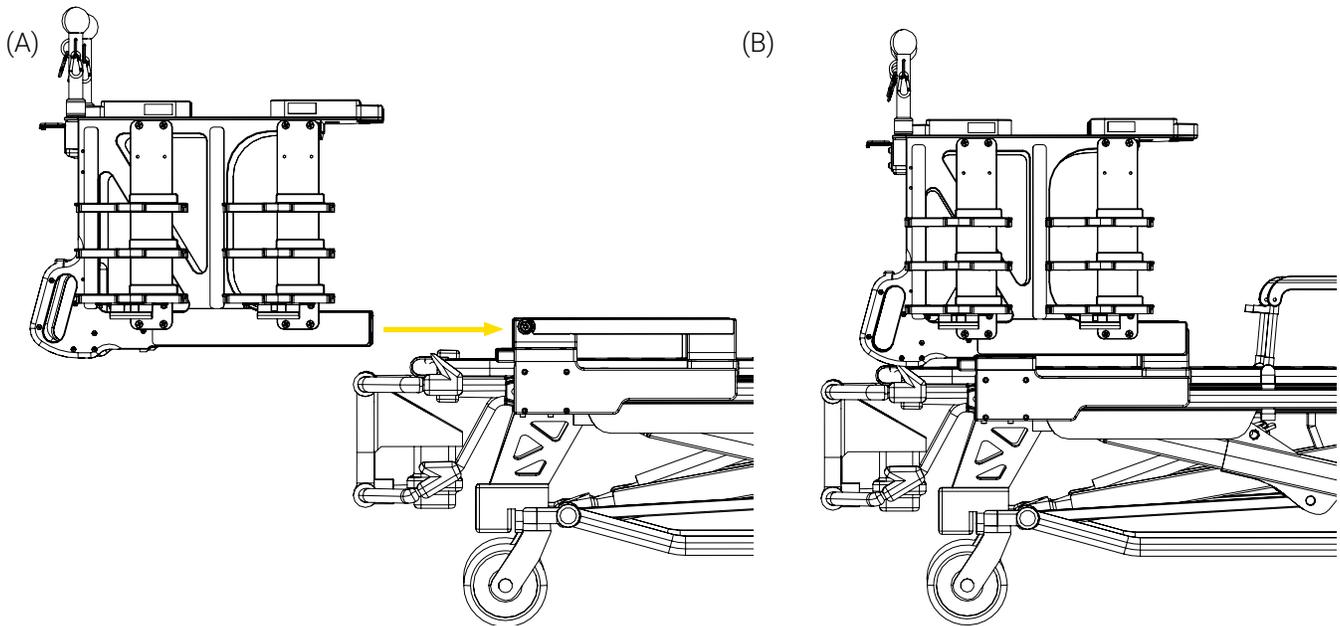

Figure 41: Installation de la structure mobile sur le Système de rail XTPA-PPXT
9. Aligner et installer la structure mobile sur le Système de rail XTPA-PPXT (Figure 41), puis déplacer la structure mobile d'avant-arrière à quelques reprises à l'aide des poignées, jusqu'à ce que le glissement devienne fluide et qu'il n'y a plus de résistance.